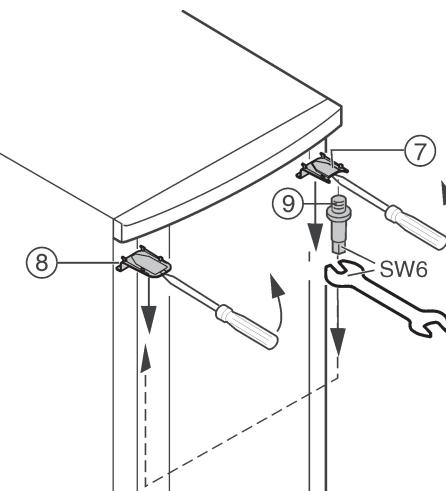

Fig. 6
- За допомогою викрутки зверху зніміть з фіксатора кришку Fig. 6 (7) та кришку Fig. 6 (8) і зніміть їх під кутом донизу.
- Викрутіть гвинти Fig. 6 (9) і загвинтіть їх з протилежного боку (**з моментом 4 Нм**).
- Знову встановіть кришку Fig. 6 (7) на боці гвинта: вставте ззаду і зафіксуйте спереду.
- Встановлення кришки Fig. 6 (8) на протилежному боці: вставте ззаду і зафіксуйте спереду.
- Підвісьте верхню частину дверцята на гвинт Fig. 6 (9).